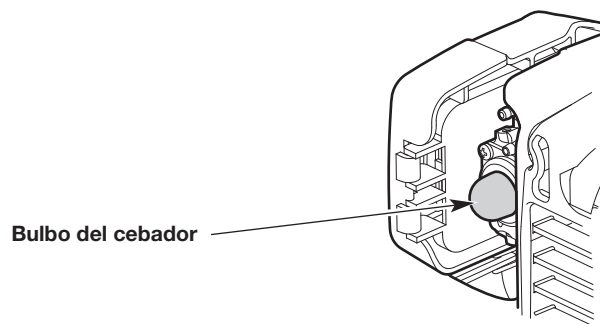

Fig. 8
1. Presione y luego suelte el bulbo del cebador lentamente **10 veces** (Fig. 8).